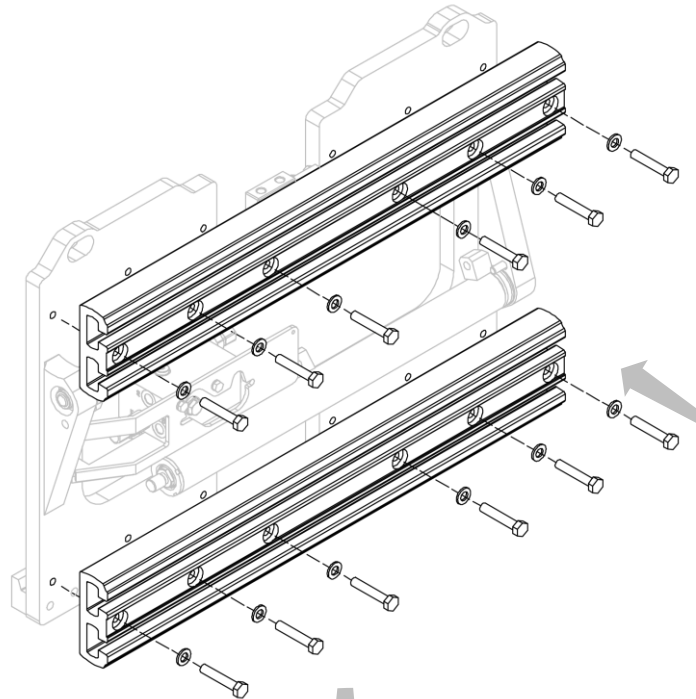
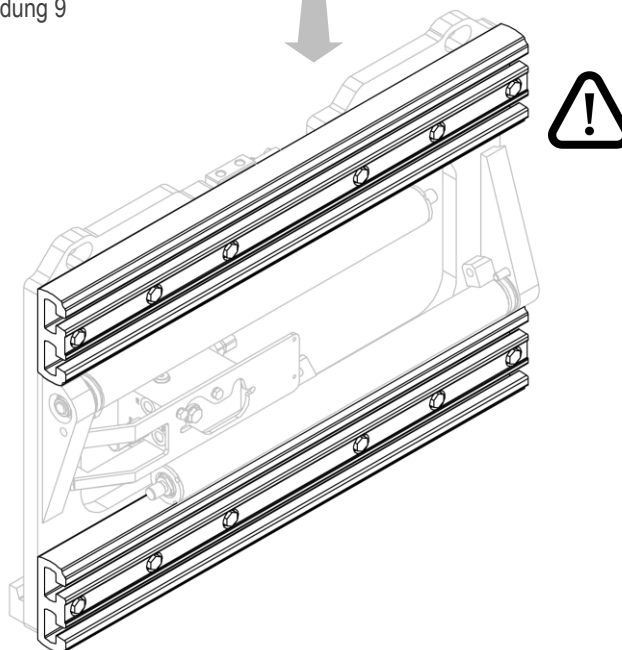

Abbildung 9
Abbildung 10
2. Schrauben Sie die Aluminiumprofile, eines nach dem anderen, an (siehe *Abbildung 9* und *Abbildung 10*).